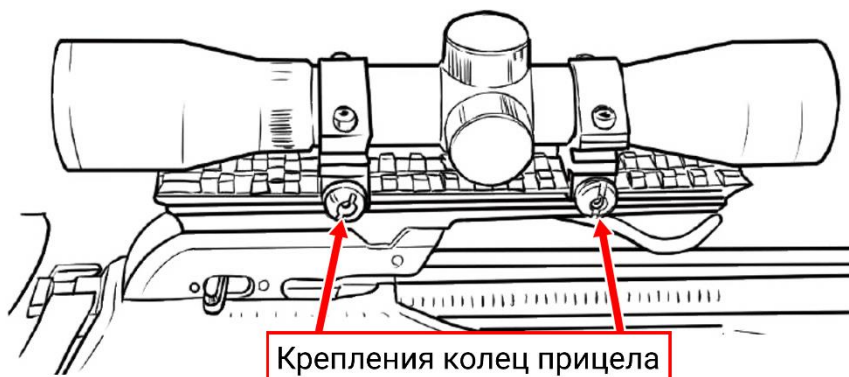

Рис.6
8. Установите прицел на прицельную планку. При прикладке и прицеливании, окуляр установленного прицела должен находиться примерно в 10 см от глаза стрелка. Затяните крепления колец прицела с помощью монеты (Рис.6).